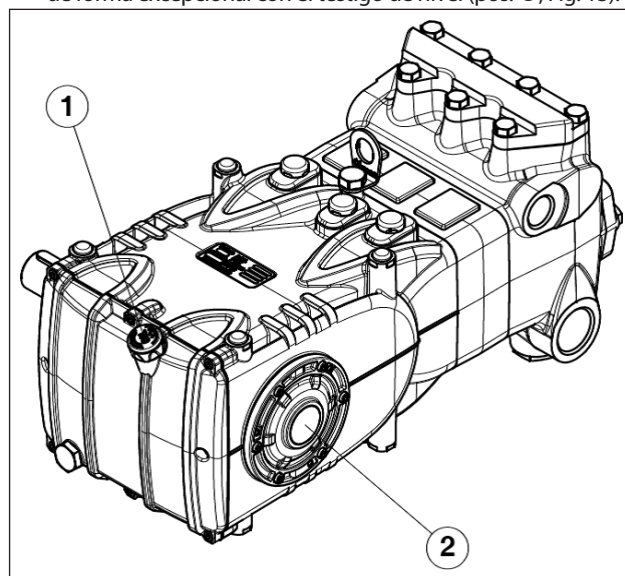

Fig. 13
- El aceite en el cárter de la bomba se encuentre a nivel verificándolo con la correspondiente varilla (pos. ①, Fig. 13) y de forma excepcional con el testigo de nivel (pos. ②, Fig. 13).